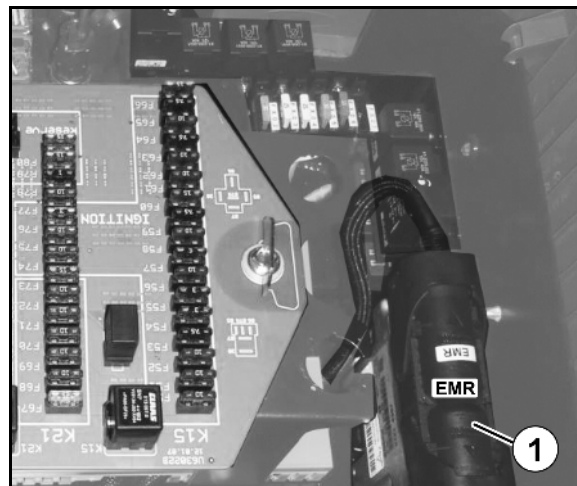

Fig. 133
- Retirez les fiches EMR (Fig. 133/1) sur l'organe de commande dans le système électrique central dans la cabine sous l'accoudoir droit.